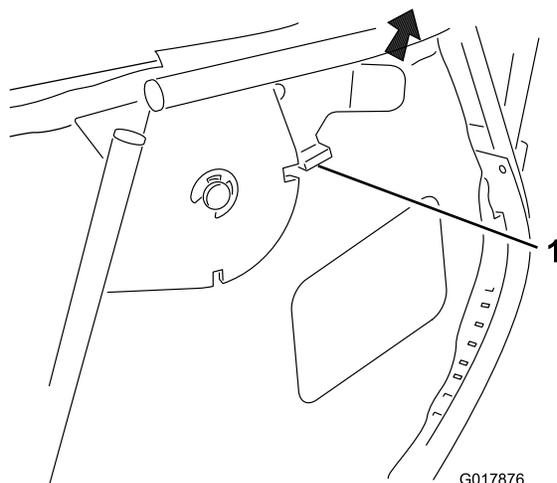

Bild 15
1. Lösen Sie den Sperrriegel (Bild 15).